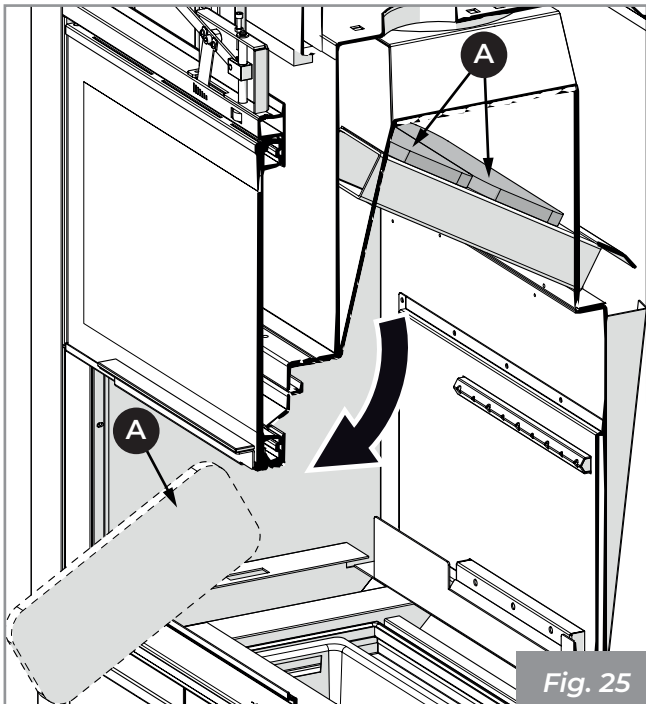

Fig. 25
1) Extraer los dos deflectores superiores (A) (Fig. 25).